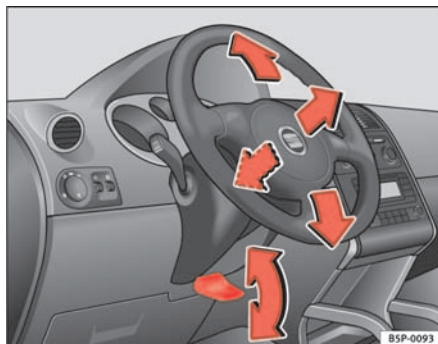

Abb. 128 Lenkradposition einstellen
- Schwenken Sie den Hebel $\Rightarrow$ Abb. 128 unter der Lenksäule nach unten $\Rightarrow$ ⚠.